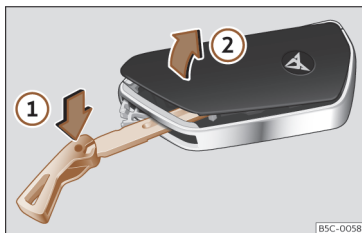

Fig. 73 Chave do veículo: abrir a tampa do compartimento da pilha.
- Introduza o palhetão na ranhura»» Fig. 73, pressione no sentido da seta ① e solte a tampa fazendo alavanca ②.